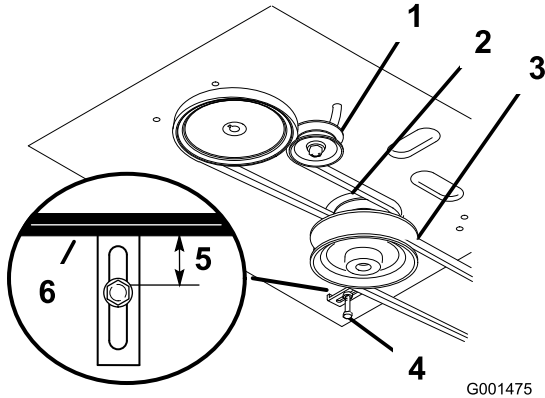

Figure 47
- Vérifiez que le guide de courroie sous le bâti du moteur est réglé correctement (Figure 47).
Remarque: Le guide de courroie et la courroie du tablier de coupe doivent être espacés de 19 mm (3/4 po) quand la courroie est engagée (Figure 47). Réglez la courroie du tablier de coupe au besoin. La courroie désengagée ne doit pas traîner ni tomber de la poulie quand les guides et la tension de la courroie sont réglés correctement.